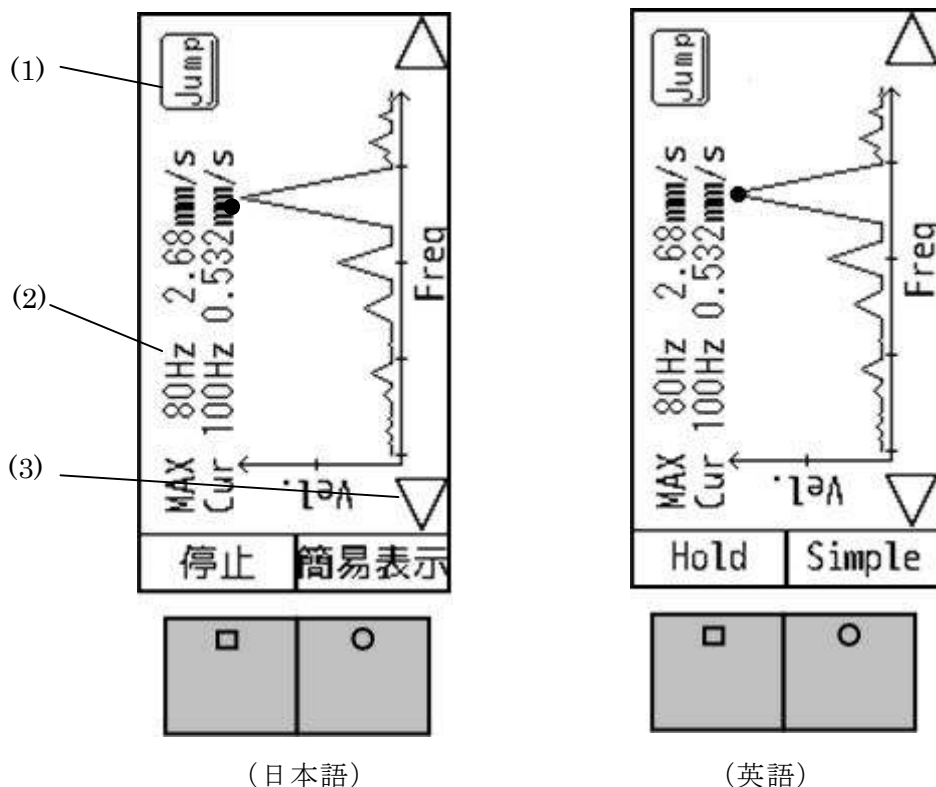

Fig.5-2 FFTの詳細画面
(2) 最大値の周波数とその値を表示します。
(3) 多機能ボタンを押すと詳細画面が表示されます (Fig.5-2 参照)